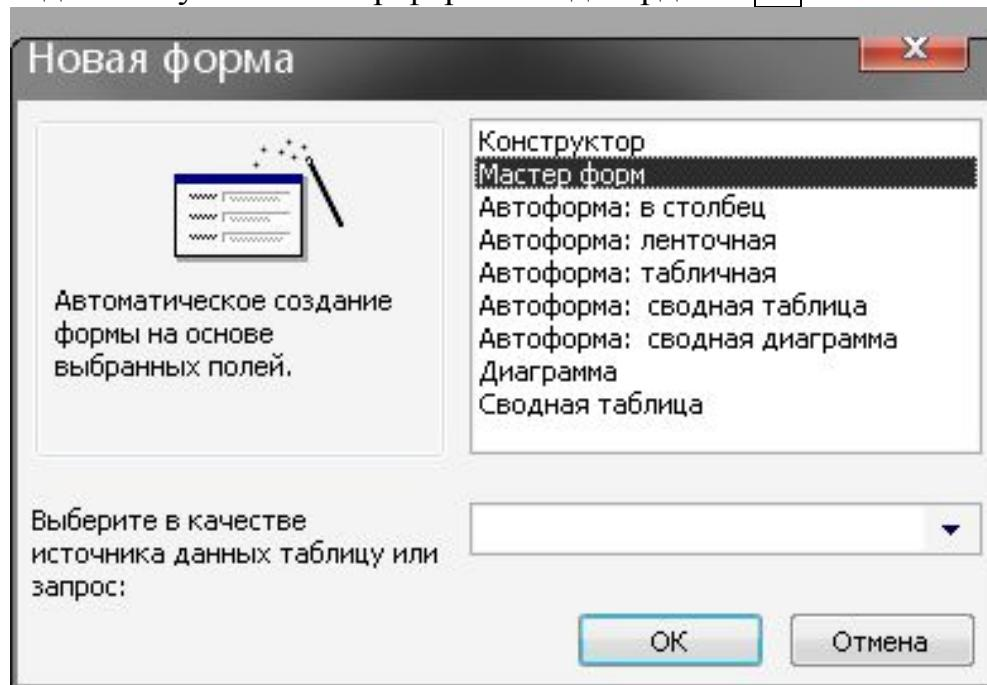

Рис. 2.11 – Вікно створення форми
1. На вкладці "Формы" відкритої Бази даних натиснути кнопку **Создать**, з'явиться вікно "Новая форма" як показано на рис. 2.11, а потім виділити пункт "Мастер форм" і підтвердити **Ok**.